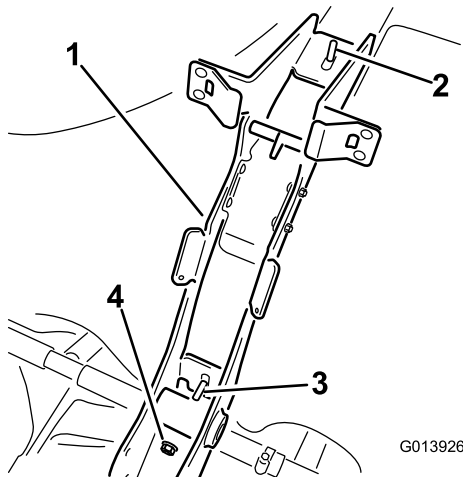

Figura 10
4. Instale una contratuerca sobre el perno expuesto inferior que atraviesa el bastidor para sujetarlo al fleje del depósito (Figura 10).